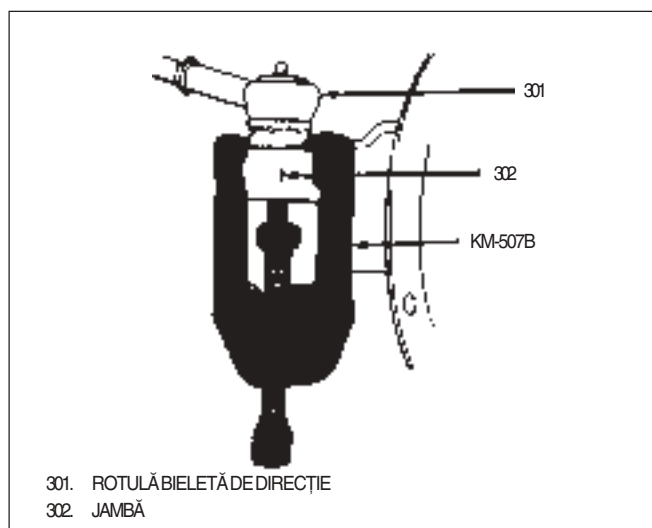

Fig. 5 Separarea rotulei bieletei de direcție
- 8) Separați rotula bieletei (301) folosind dispozitivul KM-507B (fig. 5).
- 4) Rotula bieletei la jambă (fig. 5).